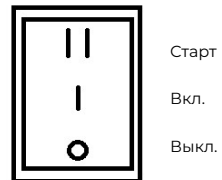

Рис. 8
- Если ваш генератор снабжен электростартером, то кнопка включения зажигания имеет второе положение – «СТАРТ», для запуска необходимо нажать на кнопку и дождаться запуска двигателя. Рис. 8.